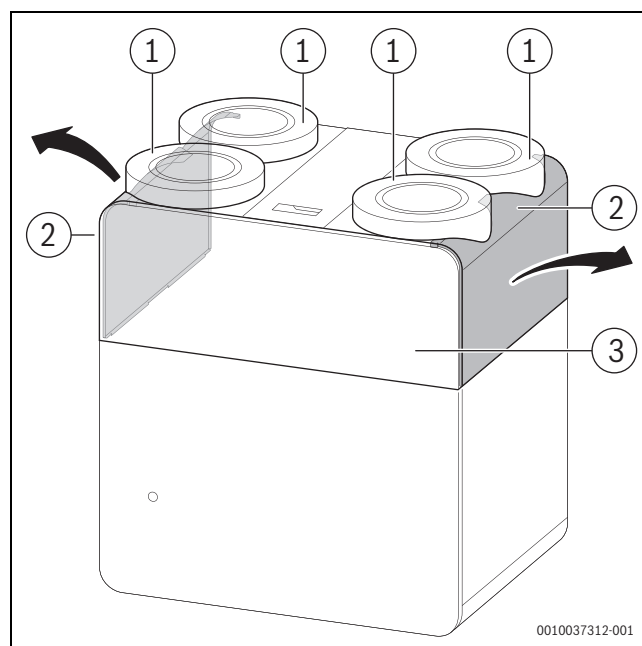
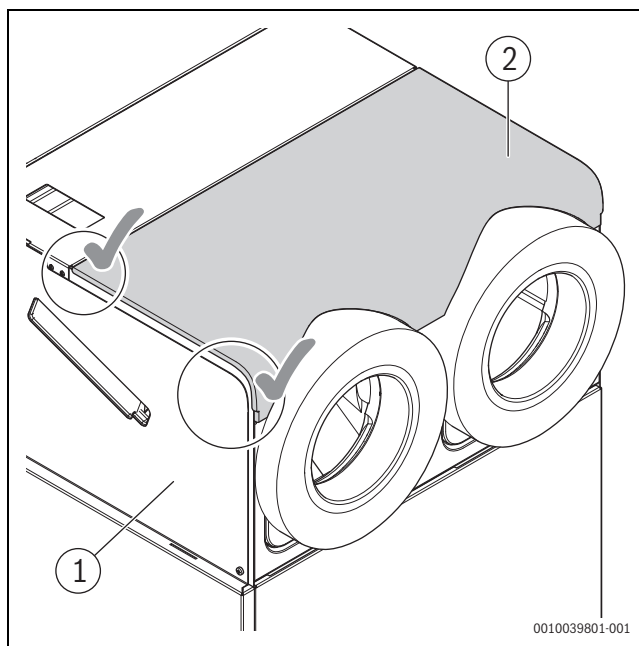
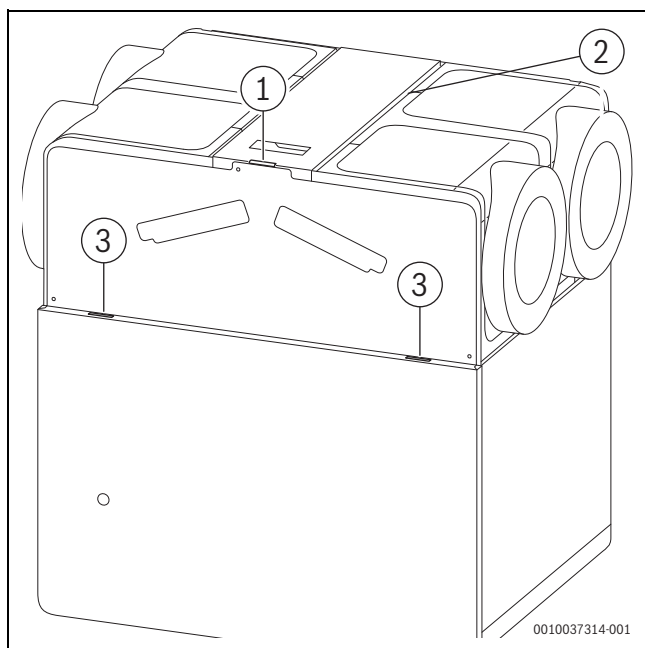

Bild 17 Umbau Anschlussstutzen - Bleche
Bild 20 Finaler Zustand - Anschlussstutzen seitlich
Bild 21 Aussparungen für Laschen der Abdeckblende Filter
- Designblende (→ Bild 20, [2]) von oben auf die Oberseite des Geräts montieren. Hierzu die Designblende ca. im 45°-Winkel ansetzen, in die Aussparung am Mittelsteg (→ Bild 21, [2]) einfädeln und nach unten klappen.
- Abdeckblende Filter (→ Bild 17, [3]) wieder montieren. Hierzu erst an den beiden unteren Laschen (→ Bild 21, [3]) ansetzen und anschließend die obere Lasche (→ Bild 21, [1]) einfädeln.